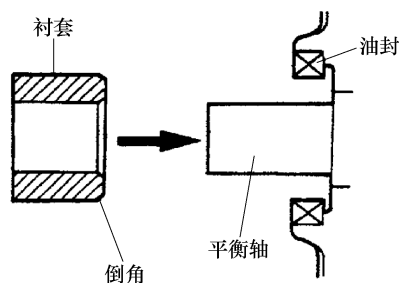

图 4-50 安装衬套
(2) 衬套安装 安装衬套时，将有倒角的一侧朝向油封，如图 4-50 所示。
(3) 平衡轴带轮安装